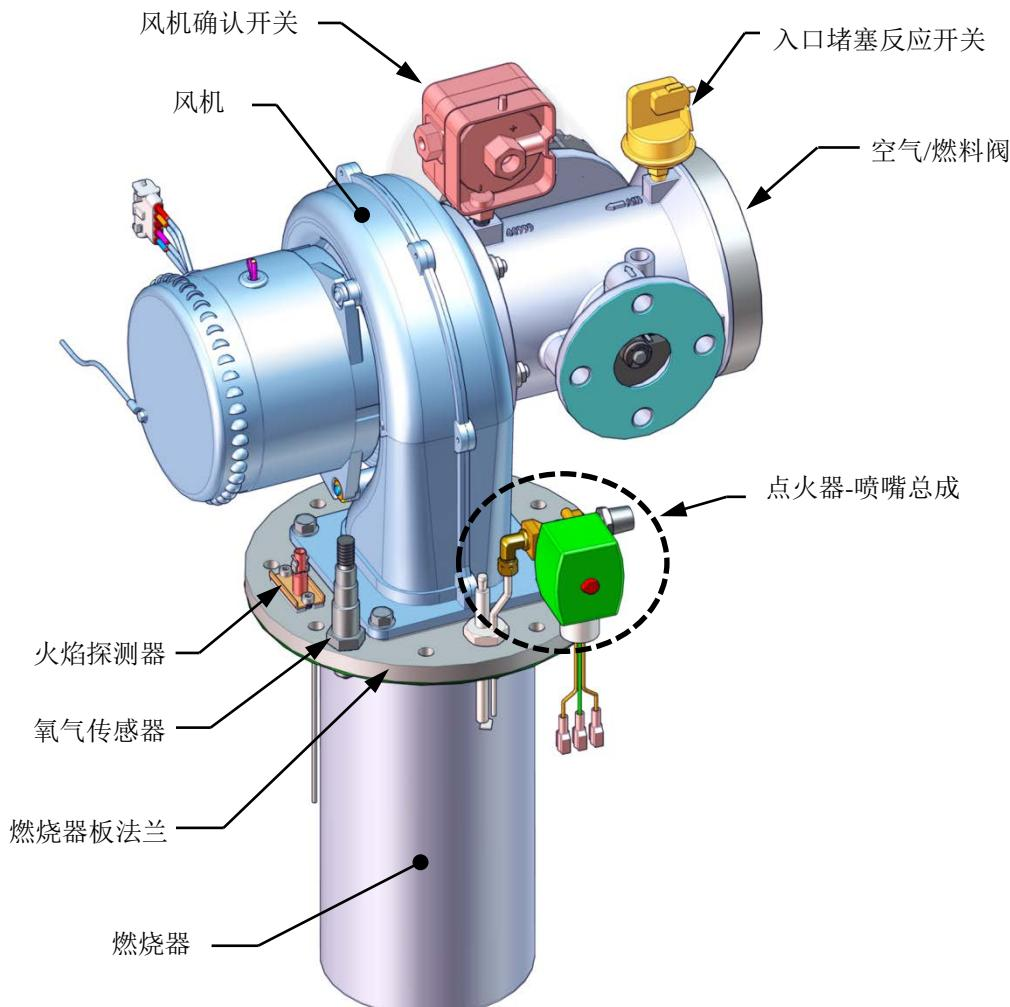

图 7-1：基准系列 750/1000 燃烧器总成（从锅炉上拆下）
点火器-喷嘴（部件号 58023）位于锅炉顶部的燃烧器顶板上。除了提供点燃燃烧器所必需的点火火花，点火器-喷嘴还包含一个连接到阶段式点火总成的气体喷射管。图 7-1 展示了从锅炉上拆下的完整燃烧器总成并指示了点火器-喷嘴火焰探测器和其他相关组件的位置。
2. 抓住顶部手柄，直接拉出，以从设备上拆下顶部护罩。这将使护罩与侧部面板上的四 (4) 个针脱离。
3. 从点火器-喷嘴上拆下缆线（图 7-1）。
火焰探测器（部件号 24356-1）位于设备顶部的燃烧器板上（参见图 7-1 和 7-2）。火焰探测器可能很烫，因此在卸下之前先让设备充分冷却。检查或更换火焰探测器，如下所示：
氧气传感器（部件号 **61026**）位于设备顶部的燃烧器板上（参见图 7-1 和 7-2）。传感器可能很烫。因此在卸下之前先让氧气传感器充分冷却。